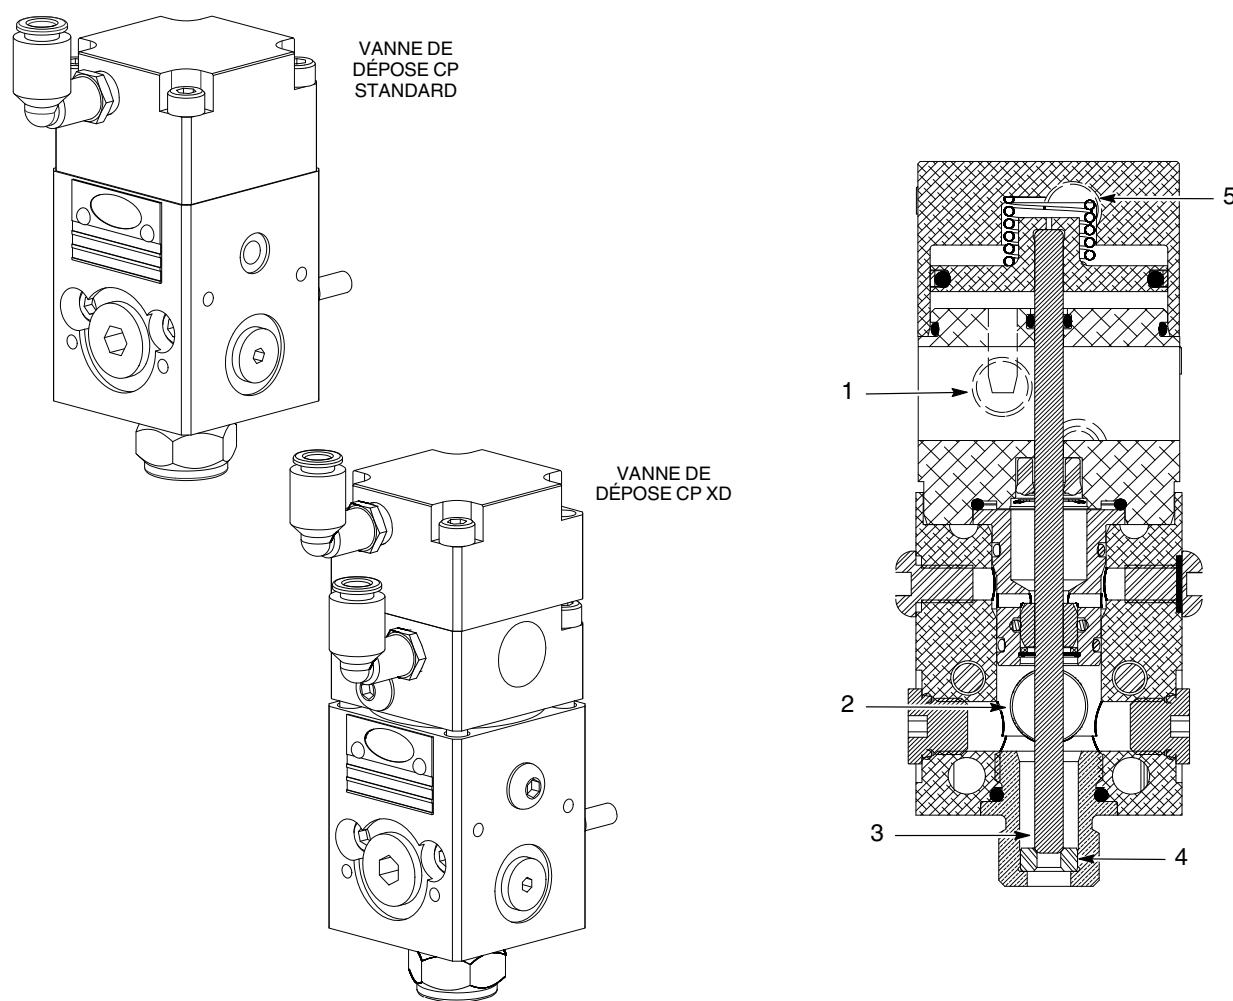

Figure 1 Vannes de dépose CP Auto-Flo II types
Voir la figure 1. La vanne de dépose CP Auto-Flo II est utilisée dans diverses applications pour déposer des adhésifs, des enduits d'étanchéité et d'autres matières. Fabriquée en aluminium, cette vanne est légère et polyvalente.
Voir la figure 1. Lorsque de l'air est appliqué à l'entrée d'air d'ouverture de la vanne (1), le piston est poussé vers le haut et tire ainsi la tige de piston (3) pour l'éloigner du siège (4). La matière s'écoule dans l'entrée matière (2) et sort par la buse.